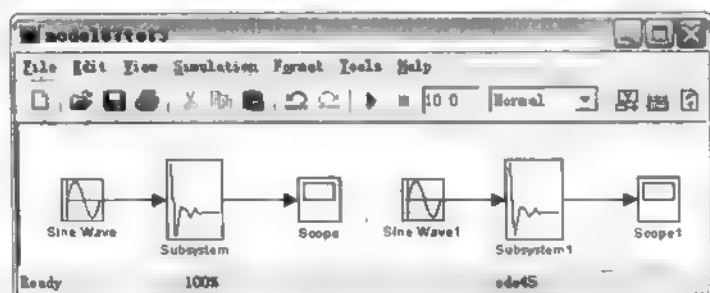

图 7.61 实例 0708 系统模型
(1) 如图 7.61 所示，新建模型文件 model07to13.mdl，在此模型中建立两个完全相同的系统，Subsystem 和 Subsystem1 模块都是来自自建的模块库中。